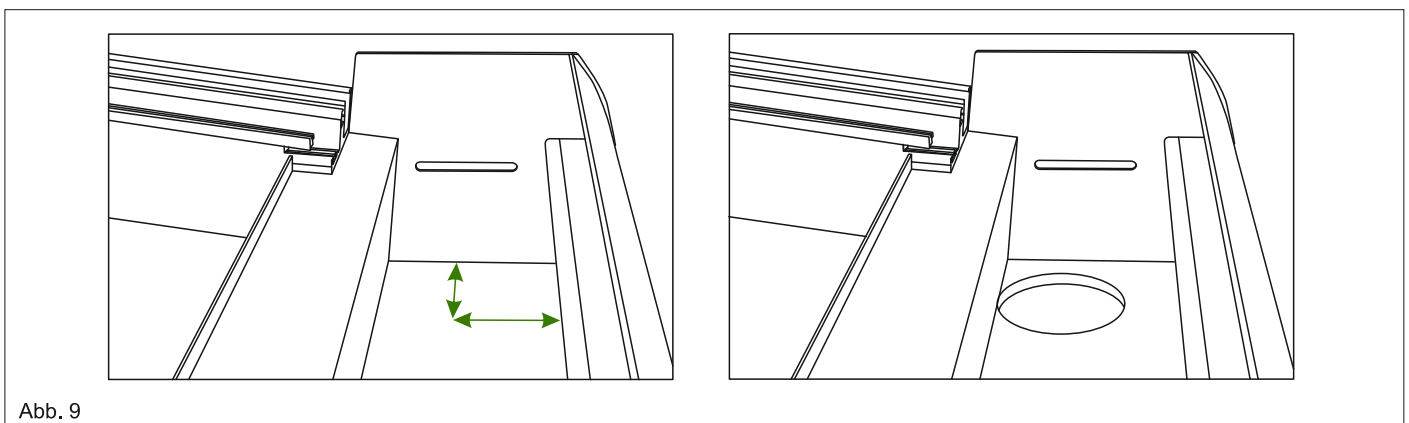

Abb. 9
Die Seiten- und Mittelsparren werden zusätzlich verstärkt. Die mitgelieferten Sparren-Verstärkungsprofile (SVP-AXXX) in die Sparren einführen und mit einer Schraube fixieren. Siehe Abb. 9.
4. Stellen Sie nun sicher, dass die Randsparren im rechten Winkel zu dem Wandprofil und der Rinne stehen. Siehe Abb. 9.
A) B) 8. Bereiten Sie den zweiten Pfosten (mit dem Ablaufrohr, wenn an dieser Stelle gewünscht) vor und markieren Sie die Rohreintrittsstelle in der Rinne, schneiden Sie anschließend eine 80mm Öffnung in der Rinne aus und setzen Sie den Pfosten in die gewünschte Position. Achten Sie darauf, dass das Ablaufrohr bündig mit dem Rinnenboden bleibt. Siehe Abb. 9.